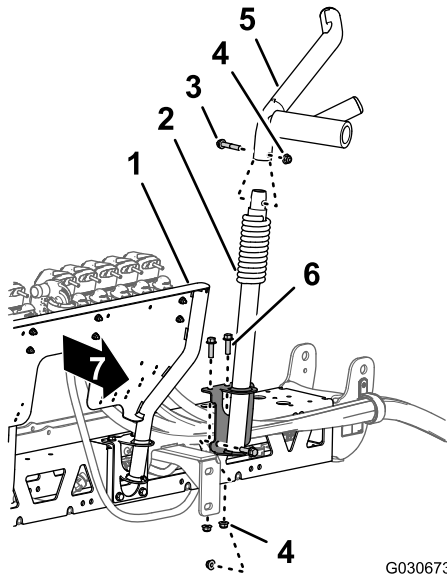

图 123
4. 将新的左下喷洒臂托架安装支架中的孔与新中央喷洒臂段顶部和前部在歧管安装架左侧的孔对齐 图 123。
6. 在左下托架使用凸缘头螺栓 $\frac{3}{8}$ x 2 英寸和凸缘锁紧螺母 $\frac{3}{8}$ 英寸将在 卸下喷洒臂托架 \(页码 31\) 的步骤 1 中卸下的上托架组装到下托架上 图 123。